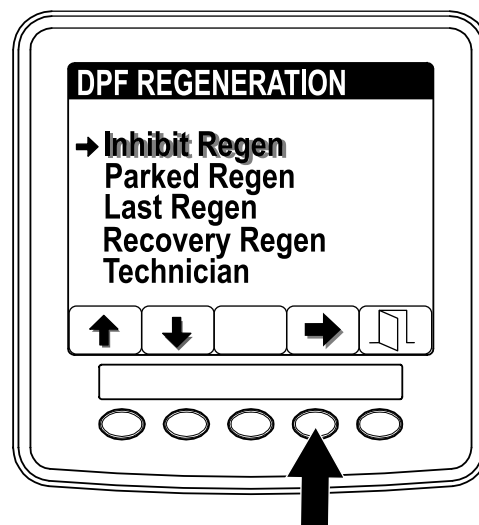

図 43
1. 再生 DPF Regeneration メニューから、ボタン 1 と 2 を使ってスクロールして INHIBIT REGEN 再生不許可メニューに入る 図 43。
2. ボタン 4 で Inhibit Regen に入る 図 43。